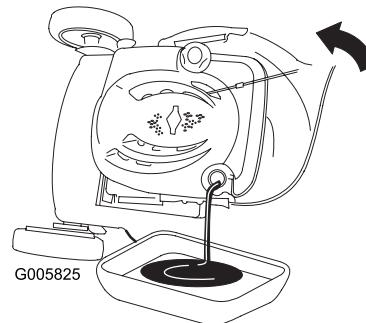

Bild 40
- Kippen Sie den Rasenmäher seitlich (Luftfilter nach oben), um das Altöl über den Öleinfüllstutzen abzulassen (Bild 40).